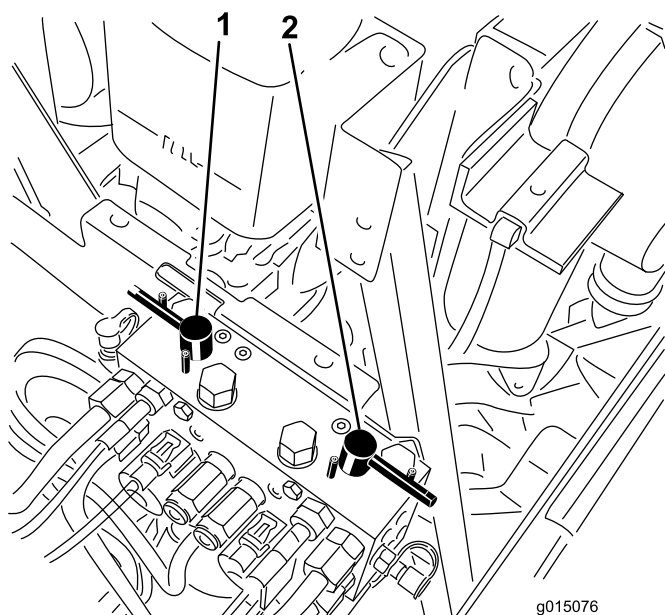

Figura 77
4. Seleccione la palanca de autoafilado correspondiente a los molinetes a autoafilar: delantero, trasero o ambos (Figura 77).